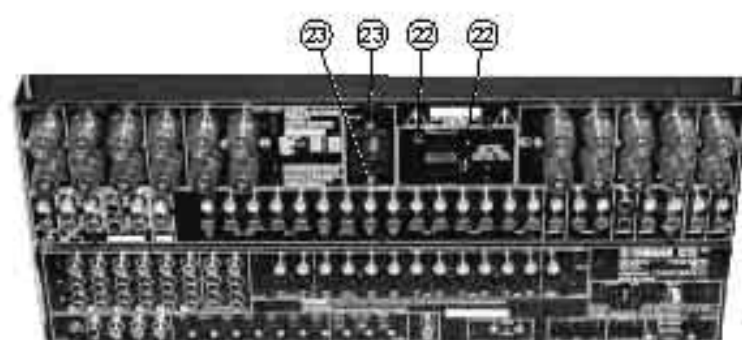
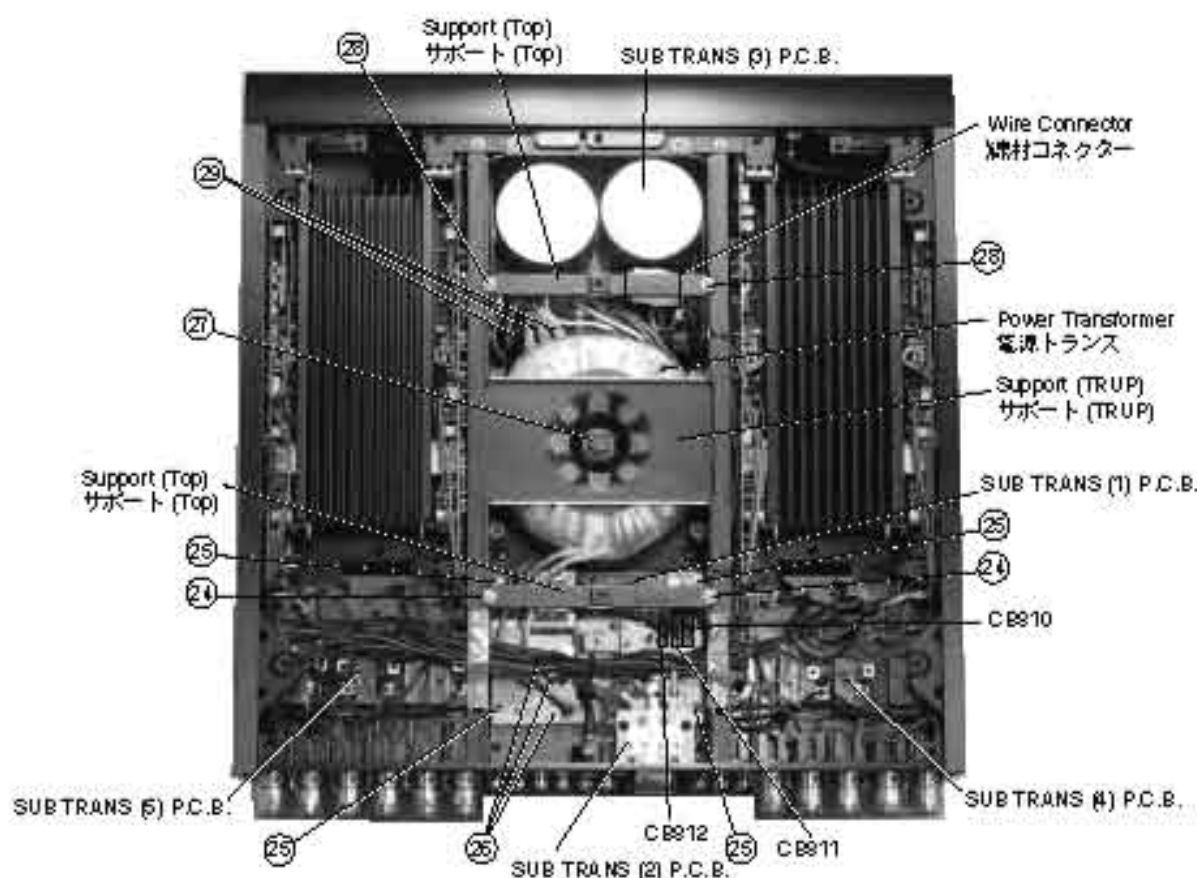
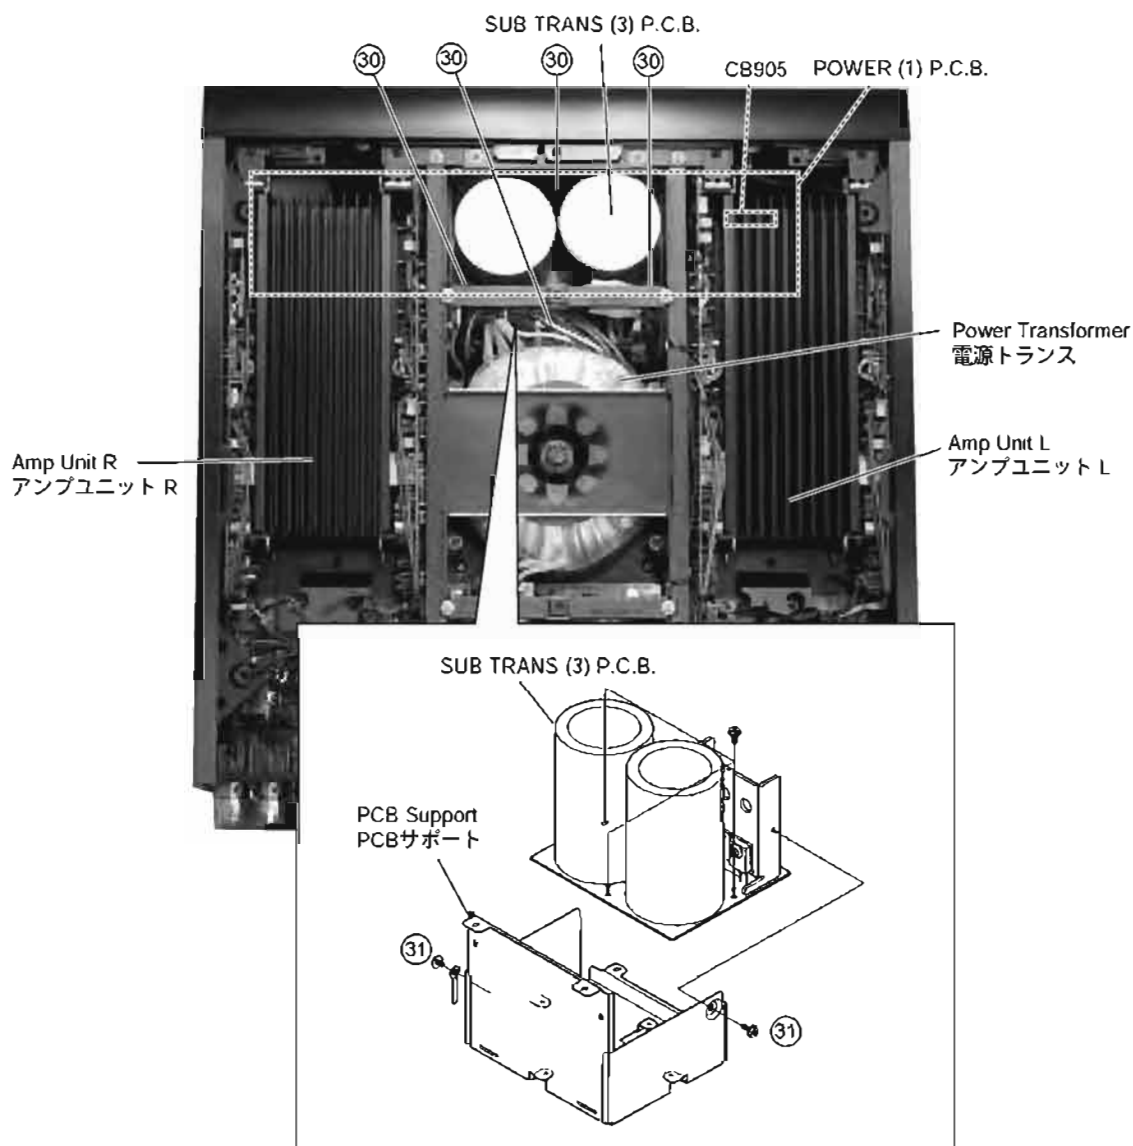

Fig. 11
Fig. 12
Fig. 13
8. Removal of SUBTRANS (1) P.C.B. & SUBTRANS (2) P.C.B.
- a. Remove 2 screws (22) and then remove the AC OUTLET. (Fig. 11)
- b. Remove 2 screws (22) and then remove the AC INLET. (Fig. 11)
- c. Remove 2 screws (24) and then remove the Support (Top). (Fig. 12)
- d. Remove 4 screws (25) and 3 screws (29). (Fig. 12)
- e. Remove connectors CB810 (13P), CB811 (9P) and CB812 (4P). (Fig. 12)
- f. Remove the SUB TRANS (1) P.C.B. and the SUB TRANS (2) P.C.B. (Fig. 12)
8. SUB TRANS (1) & SUB TRANS (2) P.C.B.の外し方
- a. 22のネジ2本を外し、AC OUTLETを外します。(Fig. 11)
- b. 22のネジ2本を外し、AC INLETを外します。(Fig. 11)
- c. 24のネジ2本を外し、サポート(TOP)を取り外します。(Fig. 12)
- d. 25のネジ4本と29のネジ3本を外します。(Fig. 12)
- e. コネクターCB810 (13P)、CB811 (9P)、CB812 (4P)を外します。(Fig. 12)
- f. SUB TRANS (1) & SUB TRANS (2) P.C.B.を取り外します。(Fig. 12)
- Remove 1 bolt (27) and then remove the Support (TRUP). (Fig. 12)
- Remove 2 screws (28) and then remove the Support (Top). (Fig. 12)
- Remove 3 screws (26) and 3 screws (29). (Fig. 12)
- Remove the wire connector. (Fig. 12)
- Remove the Power Transformer. (Fig. 12)
- 27のボルトを外し、サポート (TRUP) を取り外します。(Fig. 12)
- 28のネジ2本を外し、サポート (TOP) を取り外します。(Fig. 12)
- 26のネジ3本と29のネジ3本を外します。(Fig. 12)
- 線材コネクタを外します。(Fig. 12)
- 電源トランスを取り外します。(Fig. 12)
10. Removal of SUB TRANS (3) P.C.B.
- Remove 4 screws (30). (Fig. 13)
- Remove 2 screws (31). (Fig. 13)
- Remove connector CB905 (7P). (Fig. 13)
- Remove the SUB TRANS (3) P.C.B. (Fig. 13)
10. SUB TRANS (3) P.C.B.の外し方